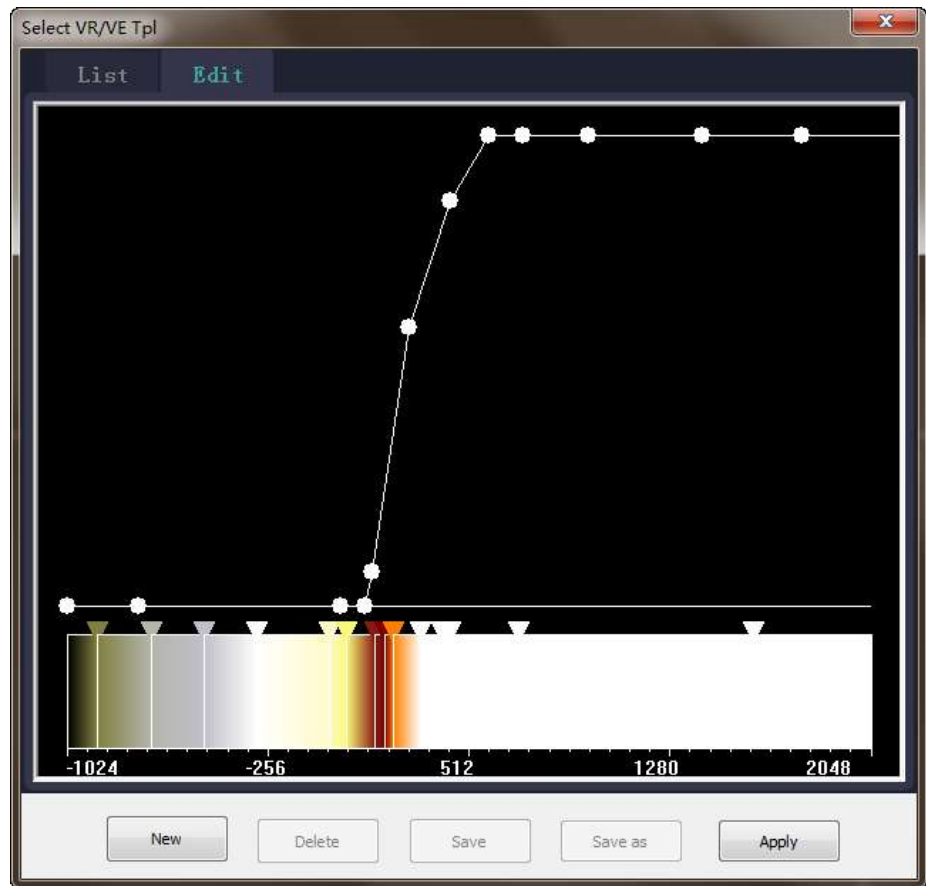

Рисунок7-10 Редактирование VR-шаблонов
(1) Нажать на вкладку [Edit] /*Редактировать*/ для входа в интерфейс по редактированию VR-шаблона, как это показано на Рисунок7-10. VR-шаблон, представленный системой, является результатом многократной аутентификации и тем самым поддерживает редактирование.